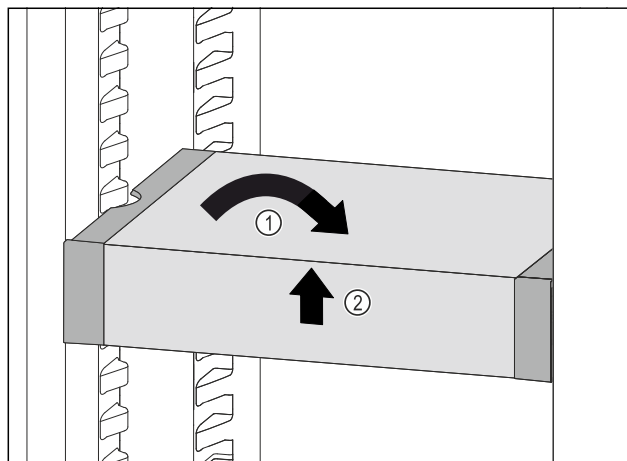

Fig. 74
- ▶ Ställ VarioSafe rakt. Fig. 74 (1)
- ▶ Lyft VarioSafe framåt. Fig. 74 (2)